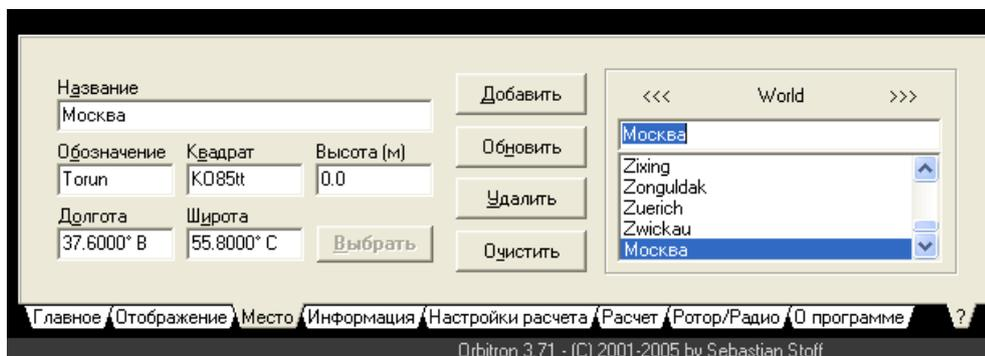

Рисунок 12 –Вкладка «Место»
3.1.3.2 В вкладке «Место» ввести координаты места расположения антенны (см. рисунок 12).